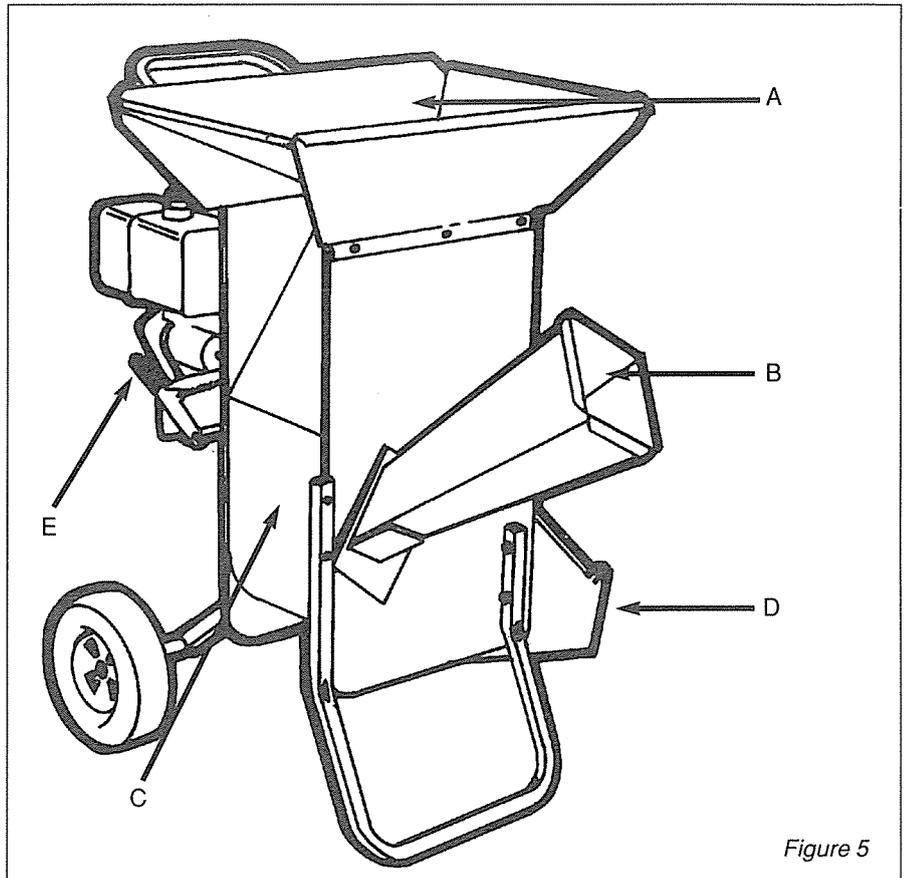
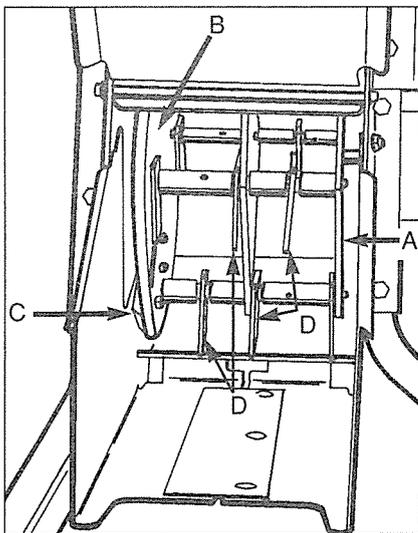
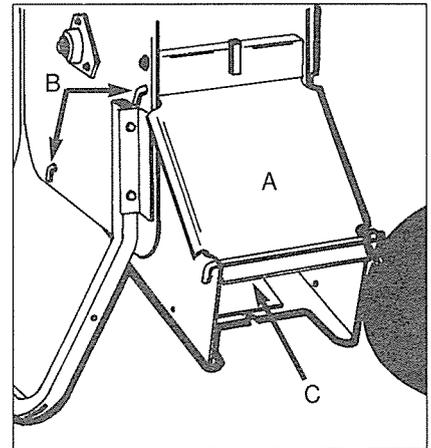

Figure 5
Figure 6. A—Cylindre.
Figure 7. A—Porte d'entretien. B—Tiges du tamis. C— Tunnel d'éjection.
Se reporter à la Figure 5 pour l'emplacement de l'ensemble des commandes / fonctions de la machine. La Figure 5 doit être utilisée comme référence sauf indication contraire.
Cette entrée d'alimentation en haut de la machine ("A" Figure 5) est l'ouverture dans laquelle tous les matériaux à déchi-quetés doivent être déversés. Un volet de fermeture en caoutchouc est fixé à la trémie pour obliger à pousser les matériaux avec un bourroir de feuilles ou un bâton pour qu'ils puissent le franchir et pénétrer dans la chambre principale de déchi-quetage dans laquelle des lames rotatives en acier déchi-quent les matériaux. **Le volet de fermeture empêche le retour en arrière des matériaux—ne pas faire fonctionner la machine si ce volet n'est pas bien fixé.** La plupart des matériaux
La goulotte latérale du hacheur ("B", Figure 5) permet de transformer en "déchets" des matériaux plus gros et plus lourds que ceux que peut traiter le déchi-queur. La goulotte est boulonnée sur le côté de la machine au moyen d'une visserie renforcée. Les branches qui y sont introduites sont hachées en déchets par une lame en acier trempé montée sur un volant tournant à grande vitesse. Les modèles de 8 et 5 CV permettent de hacher des branches et plantes grimpantes d'un diamètre de 25,4 à 76,2 mm (1 à 3 po.); ceux de 4 CV permettent de hacher des matériaux d'un diamètre de 19 à 50,8 mm (3/4 à 2 po.).
A l'intérieur de la chambre du bâti principal de la machine ("C", Figure 5) se trouve un ensemble volant / cylindre de hacheur boulonné à l'arbre de commande. Une lame de hachage en acier trempé est fixée au volant. Le cylindre portent les lames fléaux de déchiquetage (16 sur les modèles 5 et 8 CV; 12 sur le modèle 4 CV). La Figure 6 représente l'ensemble volant / cylindre.
La zone d'éjection (constituée du tunnel et du tamis interne d'éjection, ainsi que de la surface au sol sur laquelle les matériaux sont éjectés) est identifiée par la lettre "D" sur la Figure 5. Se reporter également à la Figure 7 pour une vue en gros plan de cette partie de la machine.
3. Deux autres longues tiges d'acier ("tiges de tamis") maintiennent le tamis d'éjection en place. L'emplacement de ces tiges est indiqué sur les Figures 7 et 8. Retirer d'abord la tige (et la goupille fendue) la plus éloignée de la porte d'entretien, puis la tige (et la goupille fendue) la plus proche de cette porte.
REMARQUE: Les commandes du hacheur/déchiqueteur sont représentées sur la Figure 5 sauf indication contraire.